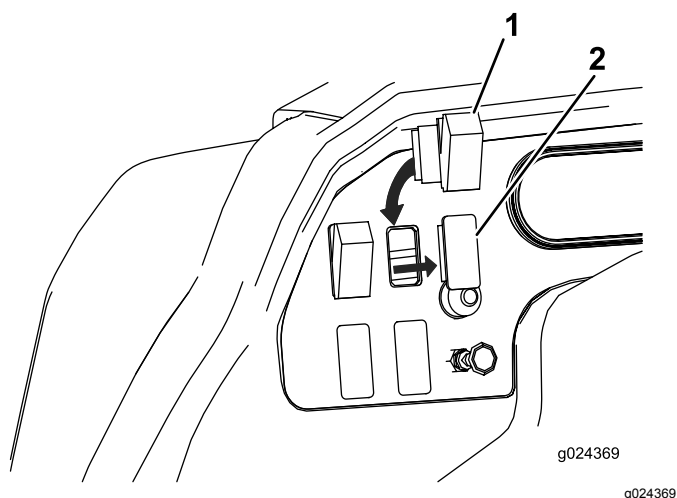
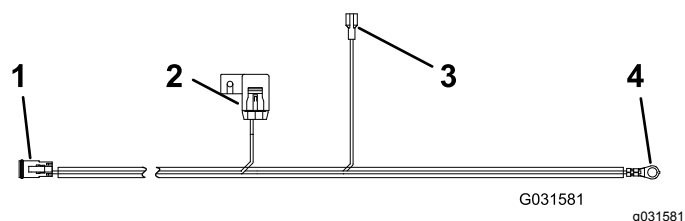

Figura 2
Figura 4
1. Posate il cablaggio dell'interruttore mostrato nella Figura 4 attraverso il veicolo, partendo dalla parte **anteriore**, lungo il cablaggio esistente.
2. Inserite l'interruttore, con il lato arrotondato verso l'alto, nel foro del cruscotto e collegate il cablaggio all'interruttore (Figura 2 e Figura 4).
1. Collegate il connettore del portafusibili (Figura 4) al portafusibili del veicolo e montate un fusibile da 15 A.